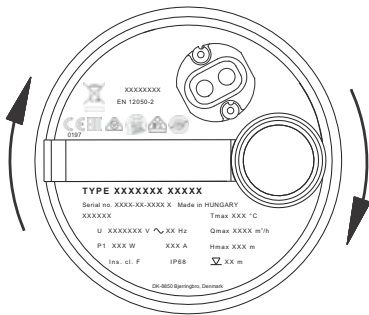

Fig. 8 Sens de rotation
3. Observer la pompe lorsqu'elle est démarrée. Si la pompe donne une légère secousse dans le sens horaire, voir fig. 8, le sens de rotation du moteur est correct. Si la secousse est dans le sens anti-horaire, inverser deux phases.